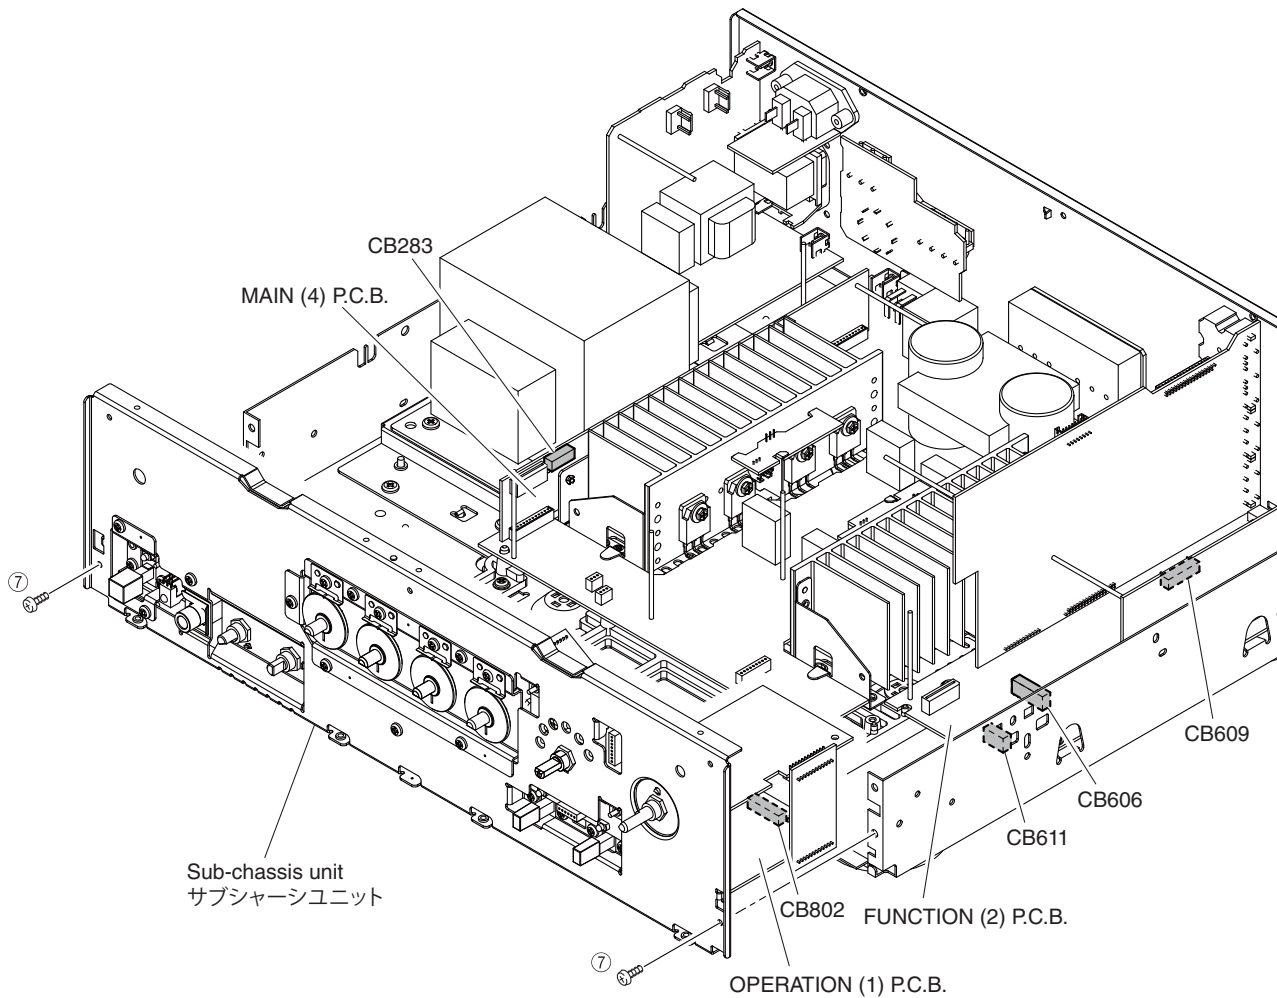

Fig. 3
- a. Remove 2 screws (⑦). (Fig. 3)
- b. Remove CB283, CB606, CB609, CB611 and CB802. (Fig. 3)
- c. Remove the sub-chassis unit. (Fig. 3)
- a. ⑦ のネジ 2 本を外します。(Fig. 3)
- b. CB283、CB606、CB609、CB611、CB802 を外します。(Fig. 3)
- c. サブシャーシユニットを取り外します。(Fig. 3)